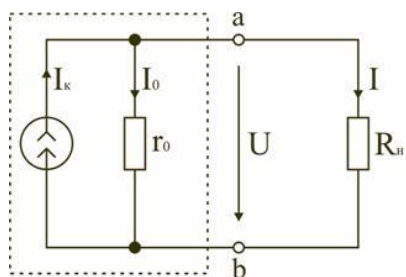

Рис. 1.16
**Реальный источник тока**, заменяющий реальный источник электрической энергии, характеризуется неизменным по величине током  $I_{K3}$ , равным току короткого замыкания источника ЭДС  $I_{K3} = E/r_0$ , и внутренним сопротивлением  $r_0$ , включенным параллельно (рис. 1.16).